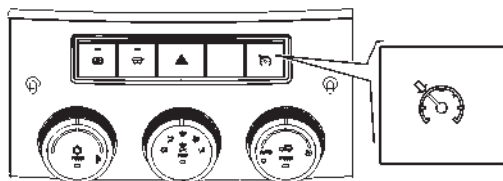

Рис. 3.19. Выключатель выбора функции «Круиз-контроль»
- выключатель выбора функции «Круиз-контроль» (рис. 3.19). Служит для управления функциями КК.
Включение функции КК осуществляется с помощью нажатия выключателя «Круиз-контроль» (рис. 3.19). Повторное нажатие на выключатель «Круиз-контроль» приводит к выключению функции КК.